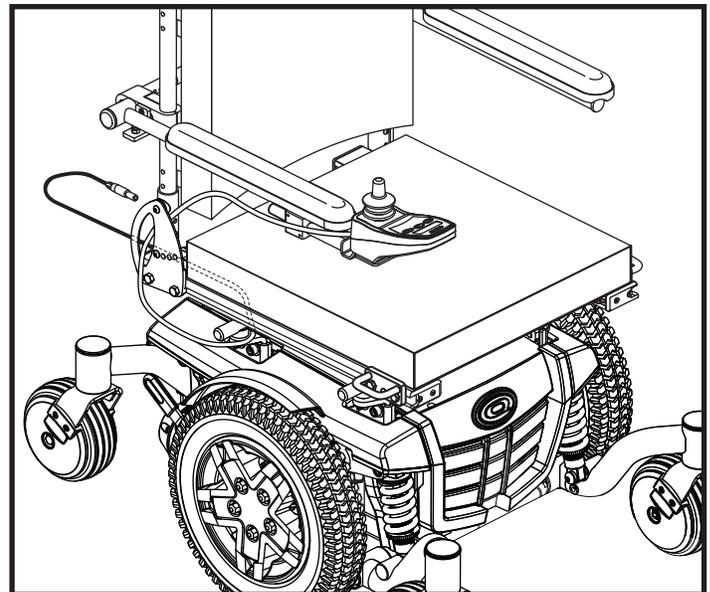

Figura 8. Cablaggio della centralina diretto su un sedile Synergy
5. Fissare il cablaggio della centralina al supporto del bracciolo con i ferma-cavi. **Vedere la figura 8.**